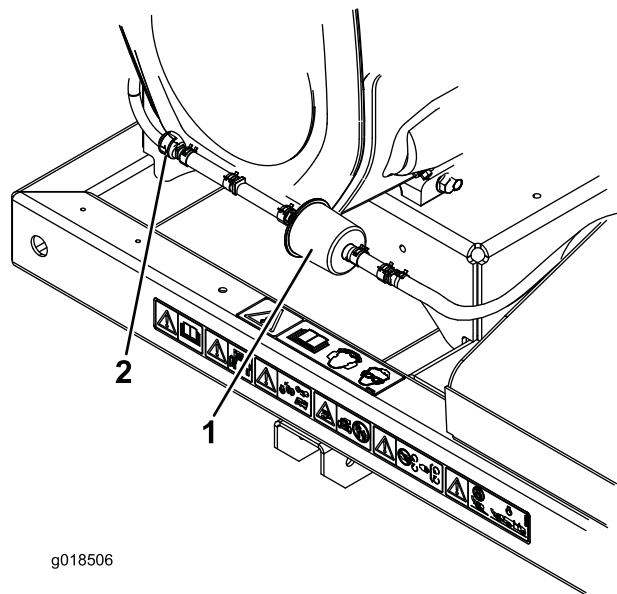

Figura 19
2. Afaste os grampos do tubo do tipo mola em ambos os lados do filtro da linha de purga do recipiente de carbono para longe do filtro (Figura 19).
3. Retire e deite fora o filtro de carbono (Figura 19).
4. Instale um novo filtro no tubo com a seta no filtro a apontar na direcção da válvula de verificação e prenda-o com os grampos de tubo (Figura 19).